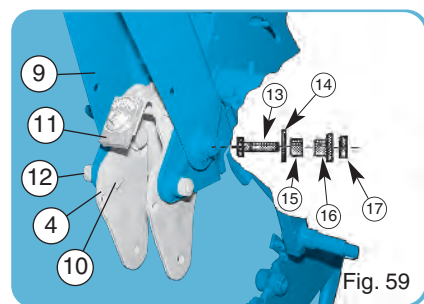
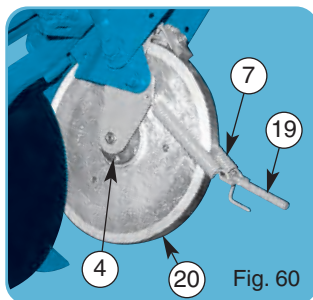
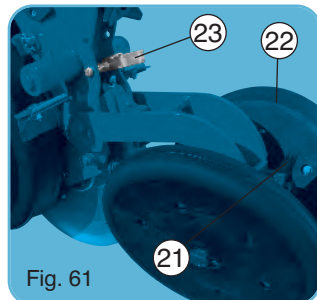

Fig. 59
Fig. 60
Fig. 61
- Position the frame (4) without the press wheel, and put the turned screws in place (10) and the nuts (12) (fig. 59).
- Position the fixing screws (13) of the rear unit (9) with the clearance spacers (15) the washers (14) the special nuts (16) and the counter nuts (17).
- Take the 2 springs (7), and assemble them on the frame (4) (fig. 60). Respect the orientation of the adjusting end part (19).
- Position the wheel (20).
- Position the adjusting handle (21) (fig. 61).
- Reassemble the rear press wheels (22).
- Position the latch (23) with its spring and the screw and nut.
- Operation position (fig. 61).
- Umieścić uchwyt (4) bez koła, umieścić śruby (10) i nakrętki (12) (fig. 59).
- Umieścić śruby mocujące (13) tylnego bloku (9) z łącznikami wychyleniowymi (15), podkładki (14), specjalne nakrętki (16) i nakrętki kontrujące (17).
- Zamontować 2 sprężyny (7), umieścić je na uchwycie (4) (fig. 60). Przestrzegać kierunku orientacji końcówki regulacji (19).
- Umieścić koło (20).
- Umieścić dźwignię (21) (fig. 61).
- Zamontować tylne koła ugniatające (22).
- Zamontować ogranicznik (23) z jego sprężyną, śrubą i nakrętką.
- Pozycja robocza (fig. 61).
- Poziționați cadrul (4) fără roata de compresie și înșurubați toate șuruburile (10) și piulițele (12) (fig. 59)
- Poziționați șuruburile de fixare (13) ale blocului spate (9) împreună cu distanțierul (15), șaibe (14), piulițele speciale (16) și contrapiulițele (17).
- Luați cele 2 arcuri (7) și montați-le pe cadru (4) (fig. 60). Respectați orientarea capătului de reglaj (19).
- Poziționați roata (20).
- Poziționați mânerul (21) (fig. 61).
- Remontați blocul spate (22).
- Poziționați clichetul de retractare (23) împreună cu arcul aferent, șurubul și piulița.
- Poziție de funcționare (fig. 61).